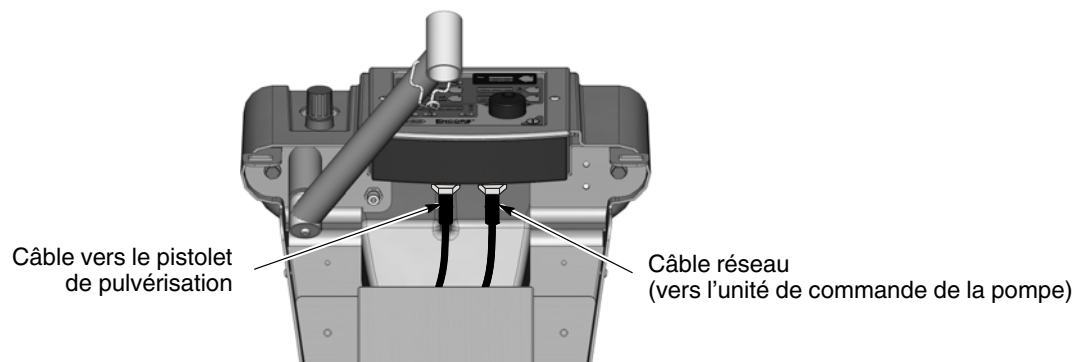

Figure 3-4 Raccordement du câble du pistolet de pulvérisation au contrôleur du système – Illustration du système mobile
1. Systèmes mobiles : Voir la figure 3-4. Faire passer le câble du pistolet de pulvérisation dans l'arrière de la colonne du diable et le remonter à travers le dessus à l'avant. Le câble pourra ainsi être attaché avec le tuyau à air de fibérisation et de lavage à l'air de l'électrode.